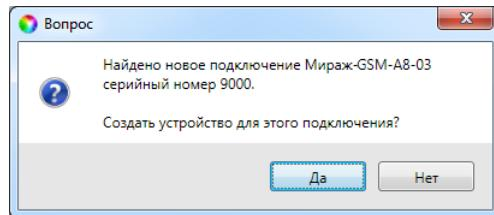

Рис. 5.4. Окно Вопрос
- После подключения контроллера к ПК откроется мастер регистрации устройства, с помощью которого можно сразу задать основные параметры контроллера. В окне *Вопрос* нажмите кнопку Да (рис. 5.4).